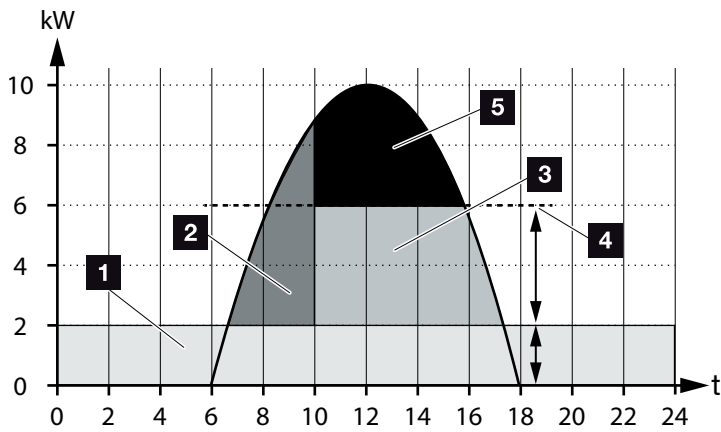

Fig. 56 : Régulation sans pilotage intelligent de la batterie
Comme l'indique la  **Fig. 56, pos. 4**, la production photovoltaïque reste non valorisée sans pilotage intelligent de la batterie en cas de fort ensoleillement du fait, par exemple, de la limitation à env. 50 % imposée par le règlement KfW.